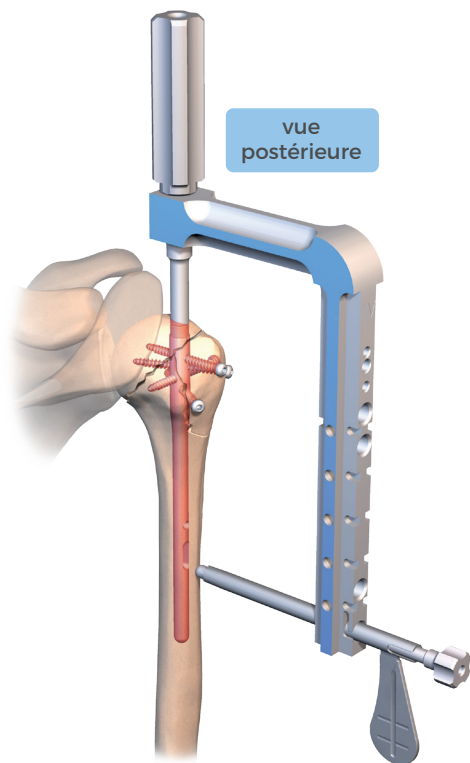

fig. 8
• Insérer le canon guide mèche à bout mousse de diamètre 3.1 mm (réf. 270 822) dans le canon de visée (réf. 253 678), au contact de la corticale diaphysaire (fig.8).